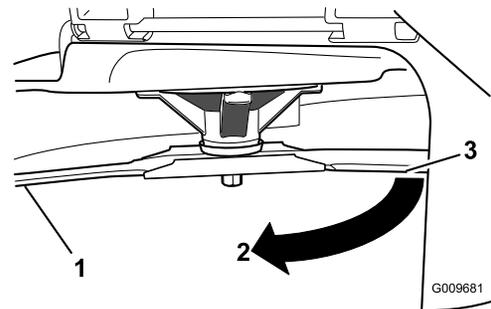

Figure 50
- Tournez la même lame de 180 degrés pour amener l'autre tranchant à la même position (Figure 50).